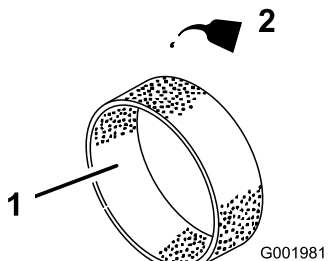

図 40
4. 乾いたら新しいエンジンオイルを30-60 ml 含ませる 図 40。